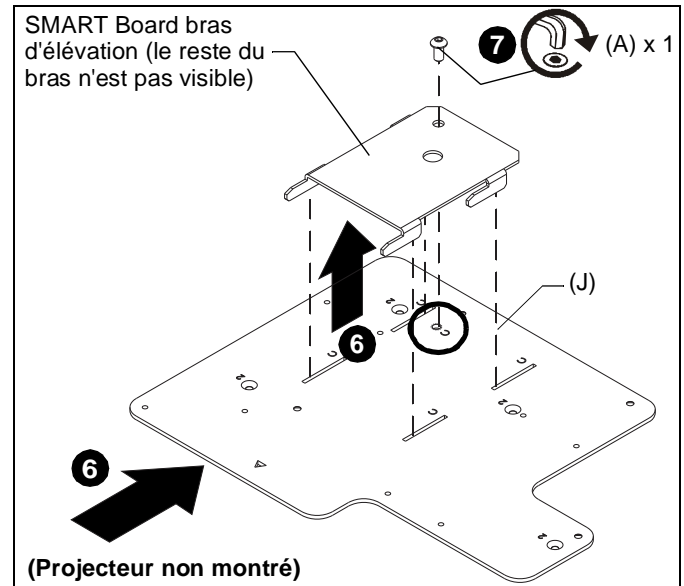

Figure 2
6. Montez le support d'interface (J) avec le projecteur Epson jusqu'à la fin du bras d'élévation du SMART Board, et glissez les encoches du support d'interface (marquées en « C ») dans les crochets. (Voir Figure 2)
7. Fixez le support d'interface (J) à l'extrémité du bras d'élévation du SMART Board au travers du trou marqué en « C » à l'aide d'une vis bouton à tête plate 1/4-20 x 127 mm (A) (Voir Figure 2)